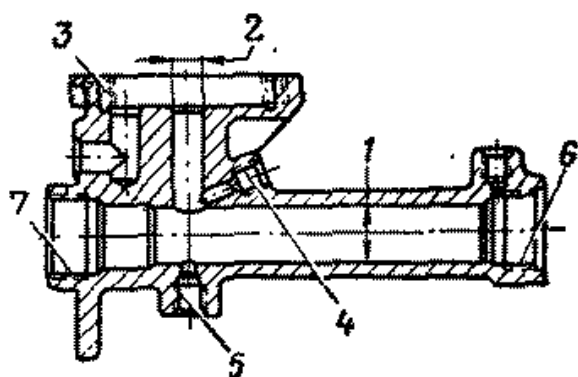

Рис. 228. Цилиндр гидровакуумного усилителя тормозов
1. Цилиндр гидровакуумного усилителя тормозов (рис. 228)